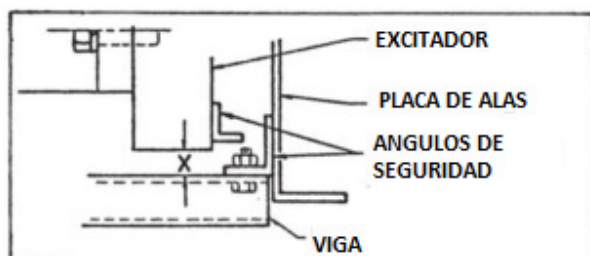
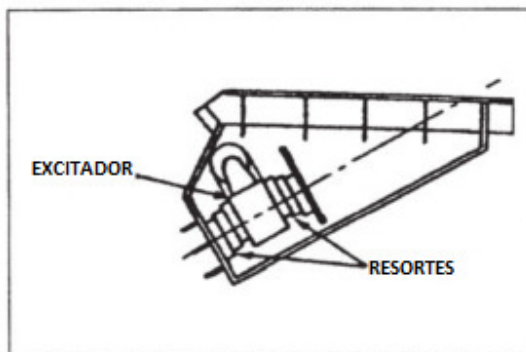

FIGURA 5 - SOPORTACIÓN DEL EXCITADOR PARA REEMPLAZAR LOS RESORTES
FIGURA 6 - DISPOSICIÓN DE LOS RESORTES
2. Como lo muestra la Figura 6, aperne tres vigas de brida de 8" de ancho a los ángulos de seguridad adosados a la placa de alas del alimentador. Usando estas vigas como soporte, eleve el excitador para aliviar la pre-compresión en los resortes. El excitador MF-1600 se debe elevar a 1 3/4". (Estas dimensiones están indicadas con una "X" en la Figura 5).
PRECAUCIÓN: Los grupos de resortes están ensamblados con cada porción de goma saliendo de la línea central. Cuando se reemplazan, los resortes se deben posicionar como lo muestra la Figura 6.